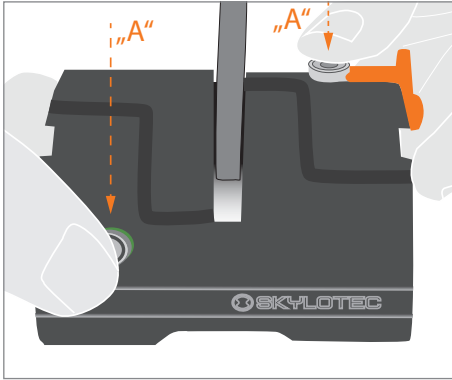

Abb. 2
2. mit den Daumen in gedrückter Position der Sperrtasten „A“ die Entriegelungsschieber „B“ seitlich nach Außen schieben und Aufklappen (Abb.2)
2. With the thumbs in the pressed-down position of the lock buttons „A“ slide the unlock sliders „B“ to the outside and flip open (Fig. 2)